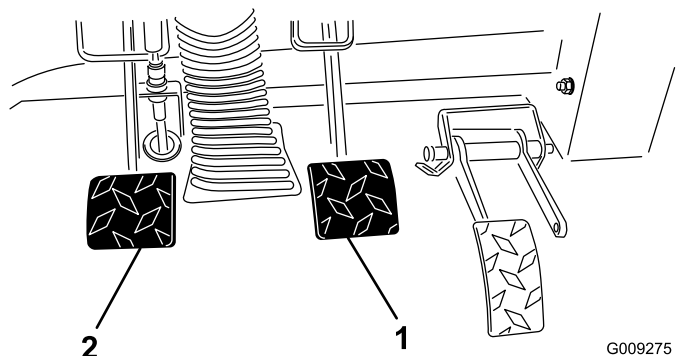

Figure 55
2. Soulevez la pédale de frein (Figure 55) jusqu'à ce qu'elle touche le cadre.